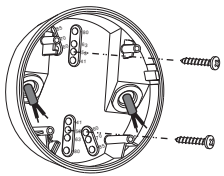

FIG. 19
3.3.4.3 Välj två lämpliga kabelgenomgångar för att fixera kopplingsdosan på takplattans yta med 2 monteringskruvar (se FIG. 19).